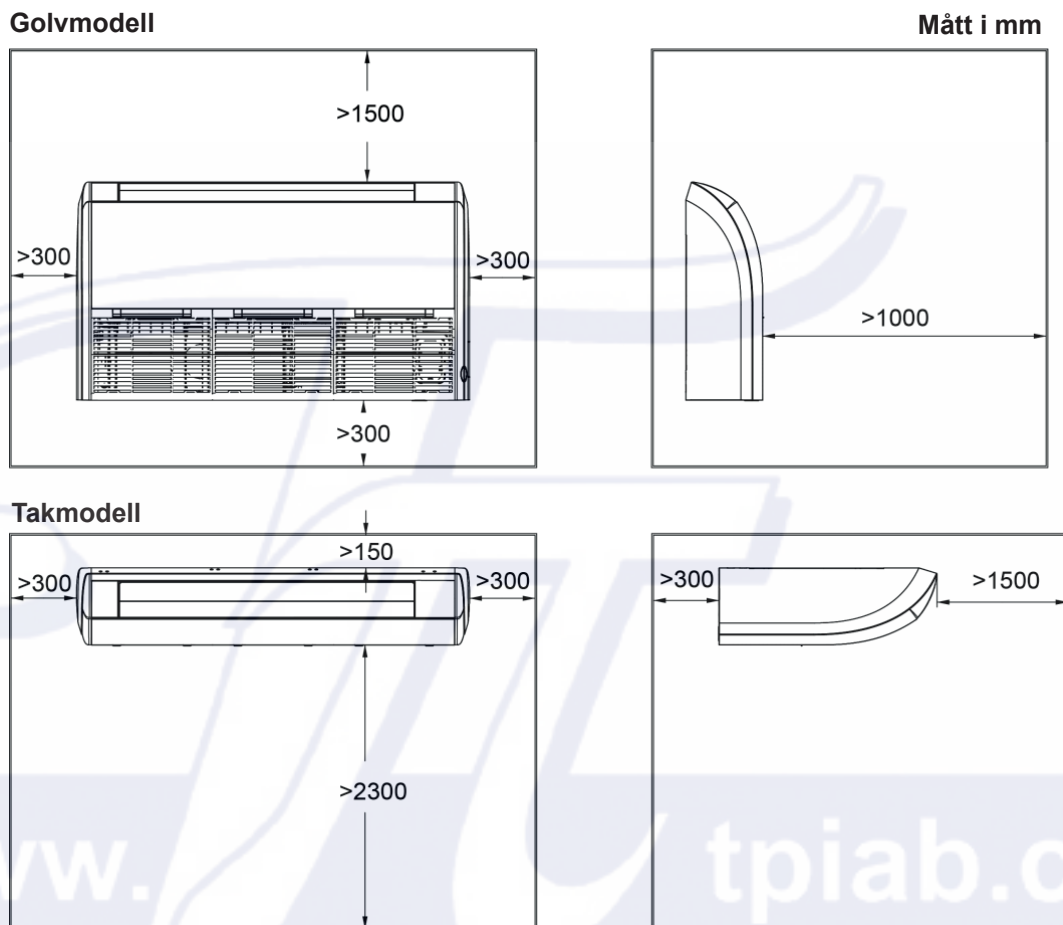

Fig. 2
- (1). Installera enheten på plats som håller dess vikt.
- (2). Luftintag- och utblås får ej blockeras för att hindra luftcirkulationen, som bör täcka hela rummet.
- (3). Lämna fritt serviceutrymme runt enheten enl. Fig. 2 nedan.